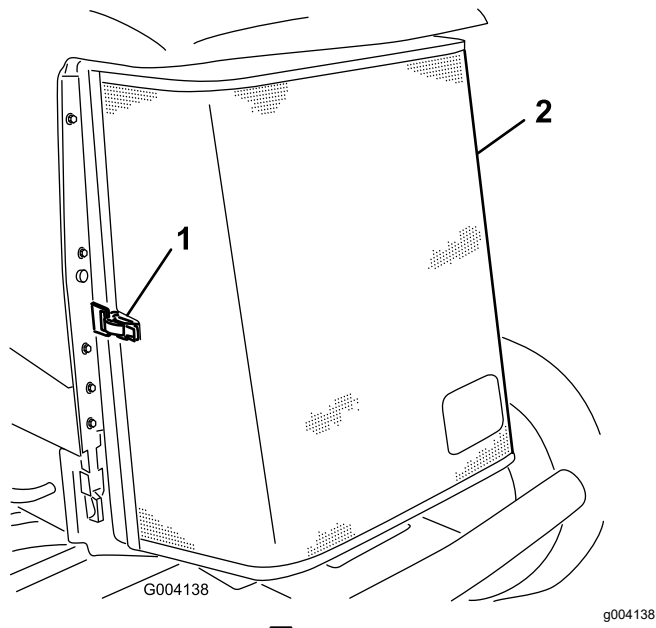

図 140
5. 後スクリーンのラッチを外してスクリーンを開く 図 140。